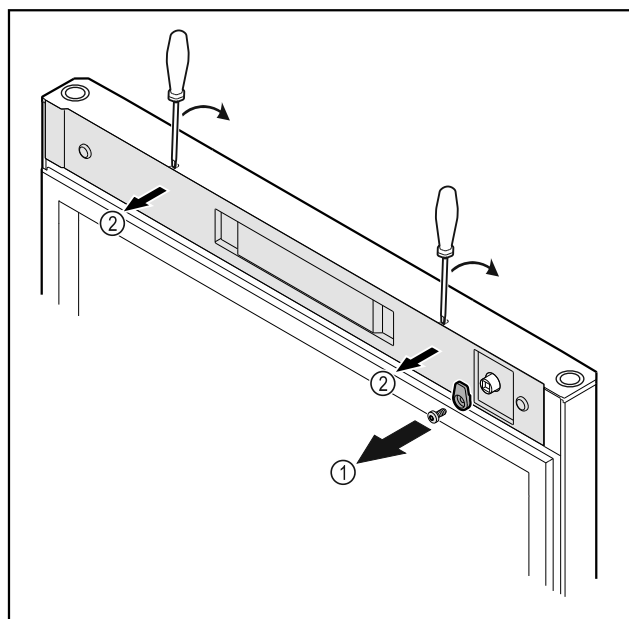

Fig. 10
- ▶ Odskrutkujte zatvárací hák Fig. 10 (1).
- ▶ Odstíste kryt Fig. 10 (2) malým skrutkovačom a odoberte ho.